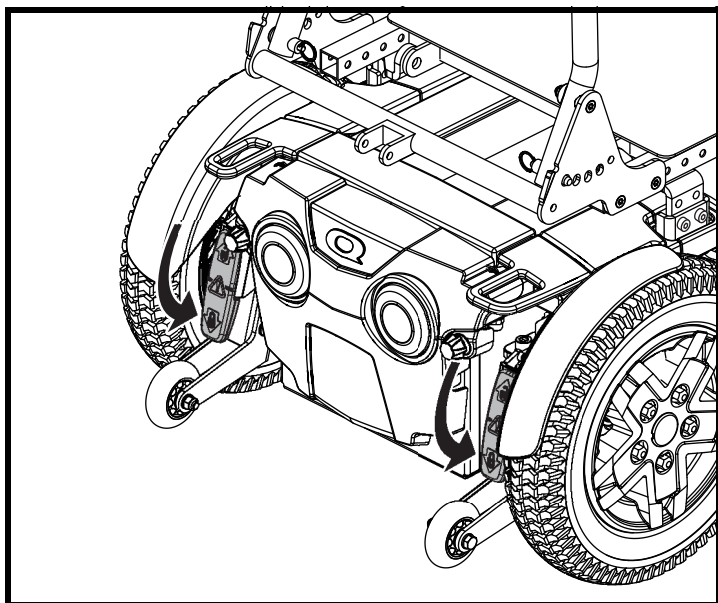

Figure 10. Mode traction (embrayé)
2. Abaissez les deux leviers vers le bas pour engager les moteurs. Voir la figure 10.